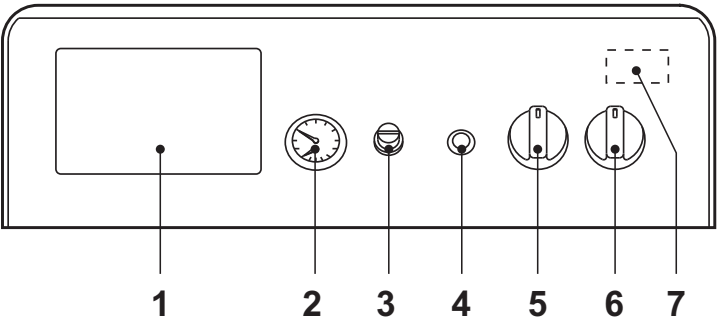
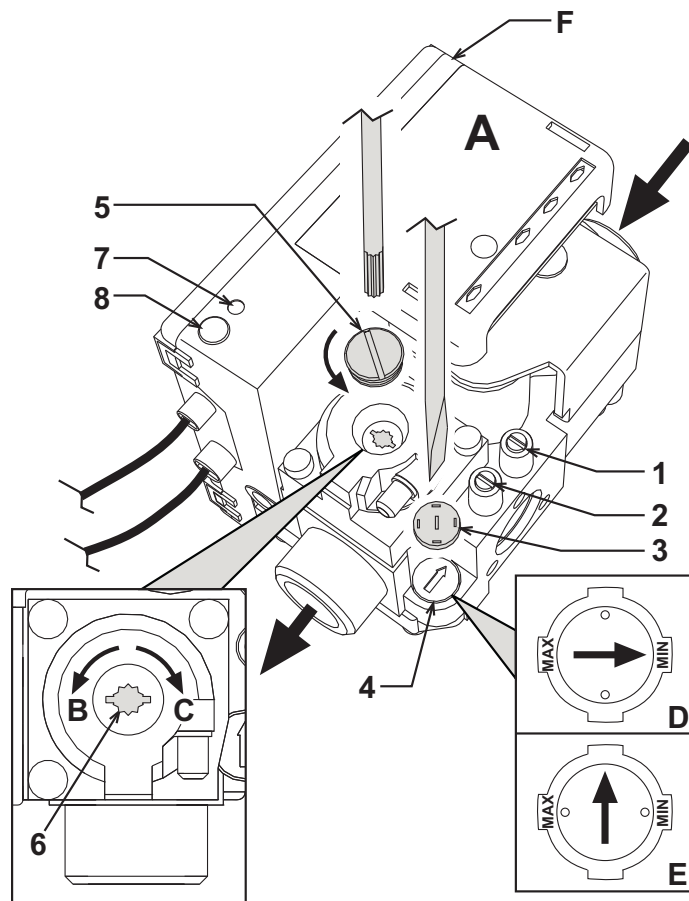

рис. 91 - Панель управления
рис. 93 - Регулирование давления
- Установите главный выключатель “6” в положение 1 (рис. 91).
- Если котел оборудован электронным термостатическим блоком управления, установленным в положении 1 на рис.91, пользователь должен также соблюдать инструкции, предоставляемые изготовителем данного блока.
Повернув рукоятку 5 на рис. 91 по часовой стрелке, температура воды в системе отопления повышается и наоборот. Температуру воды в системе отопления можно регулировать в пределах от 30° до 90°. Однако не рекомендуется эксплуатировать котел при температуре ниже 45°.
Задайте с помощью термостата температуры воздуха в помещении нужную температуру внутри помещения. По команде от комнатного термостата котел нагревает воду в системе отопления до температуры, заданной с помощью термостата регулировки котла 5 де рис.91. При достижении в помещении желаемой температуры котел выключается.
При заполнении холодной системы отопления, давление воды, контролируемое по показаниям установленного на котле водомера поз. 2 на рис.91, должно составлять примерно 1,0 бар. Если во время работы давление воды в системе упало (из-за испарения растворенных в воде газов) до величины ниже вышеуказанного минимума, пользователь должен открыть кран подачи воды и довести давление до первоначального значения. По окончании операции всегда закрывайте кран подачи воды.
Подключите манометр к штуцеру отбора давления 2 (рис. 93), расположенному после газового клапана, затем переведите ручку термостата котла (поз. 5 - рис. 91) на максимум.
Сняв защитную пробку 5 (рис. 93), регулируйте давление газа с помощью винта 6 на желаемое значение (см. таблицы технических данных и диаграммы изменения мощности, приведенных в сар. 34).
2. Снимите с газового вентиля маленький защитный колпачок 3 (рис. 93). С помощью маленькой отвертки регулируйте "СТУПЕНЬ" розжига на основании выбранного газа (G20-G25 положение D рис. 93 или G30-G31 положение E рис. 93) а затем установите на место колпачок.